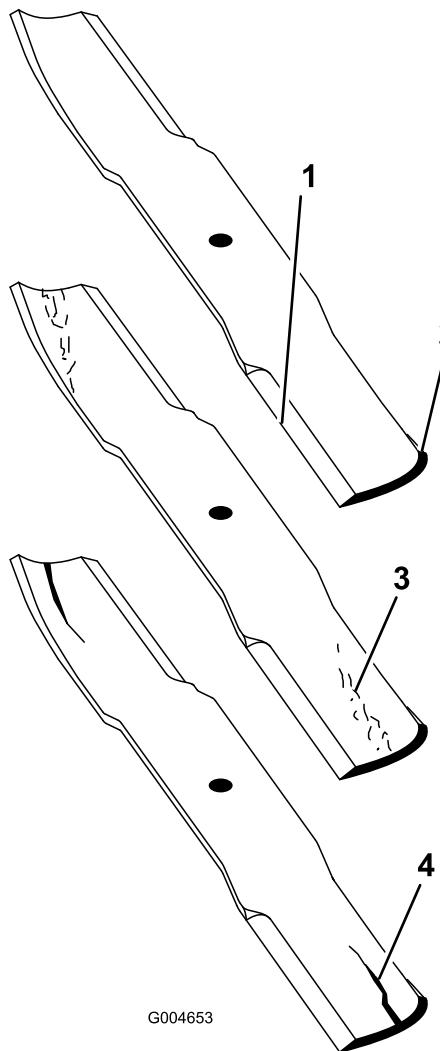

Figura 117
2. Examine cuidadosamente los extremos de corte de la cuchilla, sobre todo en el punto de reunión entre la parte plana y la parte curva de la cuchilla (Figura 117).
**Nota:** Puesto que la arena y cualquier material abrasivo pueden desgastar el metal que conecta las partes curva y plana de la cuchilla, compruebe la cuchilla antes de utilizar el cortacésped. Si se aprecia desgaste (Figura 117), cambie la cuchilla.